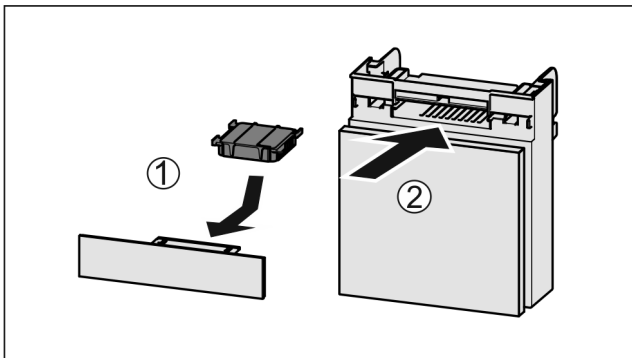

Fig. 103
- ▶ Introduzca el compartimiento Fig. 103 (2).